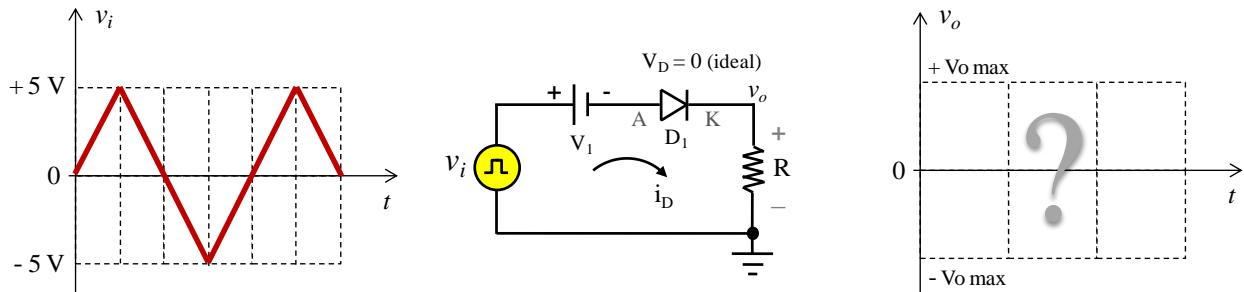

Figura 1.139 – Ceifador série com entrada triangular.
► Exemplo 25 – Determinar, para o circuito da Figura 1.139, onde o diodo é ideal: